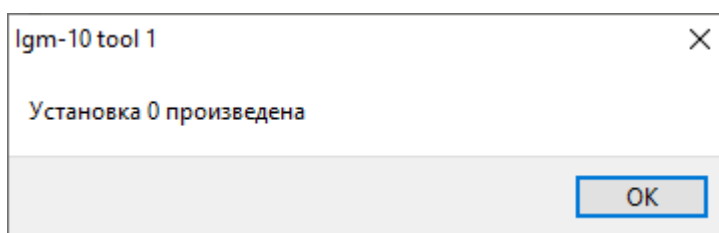

Рисунок 14 – Информационное окно установки нуля
- 4) При подтверждении установки нуля на экране появится информационное окно (рисунок 14). Для возвращения к работе с программой нажать «OK».